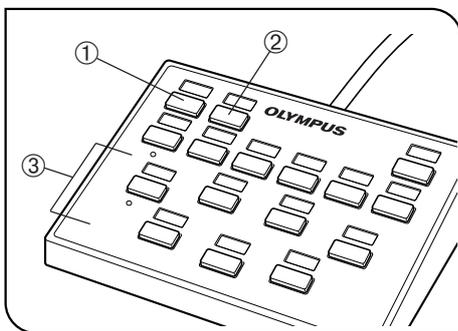

Fig. 4
(Fig. 4)
1. Premere il tasto BF ① del tastierino per selezionare il percorso ottico in campo chiaro a luce riflessa.
2. Premere il selettore obiettivo ③ (Fig. 4) del tastierino per inserire l'obiettivo 10X nel percorso ottico, quindi porre il preparato sul tavolino mettendolo a fuoco.
3. Togliere un oculare, guardare nel portaoculare e premere il tasto AS- ⑧ del tastierino per chiudere il diaframma di apertura sul 70% circa dell'apertura.